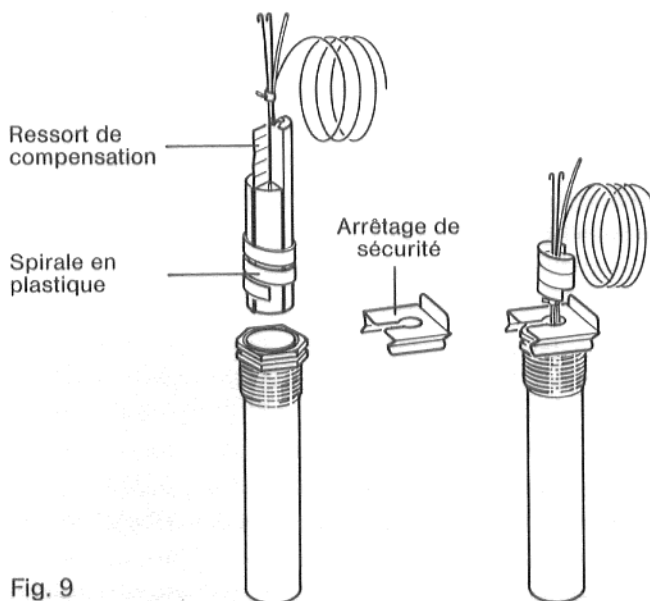

Fig. 9
La spirale en plastique recule automatiquement quand les sondes sont introduites (Fig. 9).
Le ressort de compensation doit être introduit dans le doigt de gant ensemble avec les sondes (Fig. 9).
9. Presser l'arrêtage de sécurité (faisant partie de la livraison du tableau de commande) du haut ou du côté sur la tête du doigt de gant (Fig. 9).
- Presser l'arrêtage de sécurité (faisant partie de la livraison du tableau de commande) du haut ou du côté sur la tête du doigt de gant (Fig. 9).